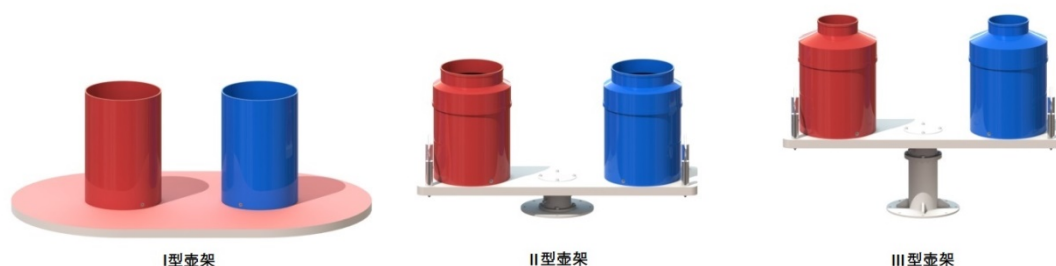

图 4 壶和壶架
c) 在得分区中共有 4 个得分处, 每处各有一个壶架, 上面放着红壶和蓝壶各一个, 如图 4 所示。壶为 PVC 圆形桶, 内径 305mm, 高度 464mm, 底部放置 30mm 厚的海绵作为缓冲垫。壶的纵轴与地面垂直。壶架有 I 型、II 型和 III 型三种。在 1 和 3 两个得分处中各设置一个 I 型壶架。每个壶架上固定着一对红、蓝壶, 壶架底座固定在得分区地面上, 壶口高度为 500mm。2 和 4 两个得分处分别设置一个 II 型壶架和一个 III 型壶架。每个架子上装着一对